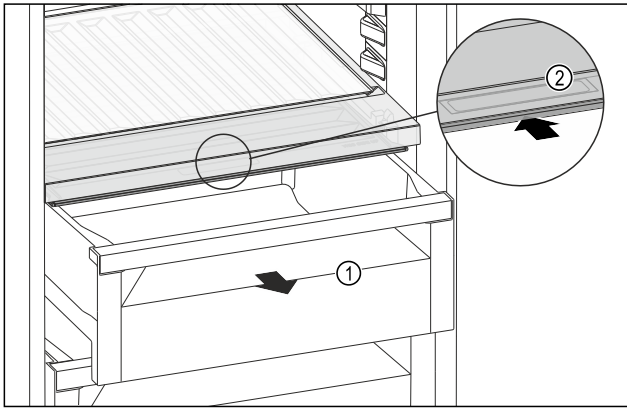

Fig. 224
- ▶ Vedä säilytyslokeron Fig. 224 (1) ulos.
- ▶ Tartu lokeron kannessa olevaan tartuntakohtaan Fig. 224 (2) ja vedä lokeron kantta samanaikaisesti taaksepäin.